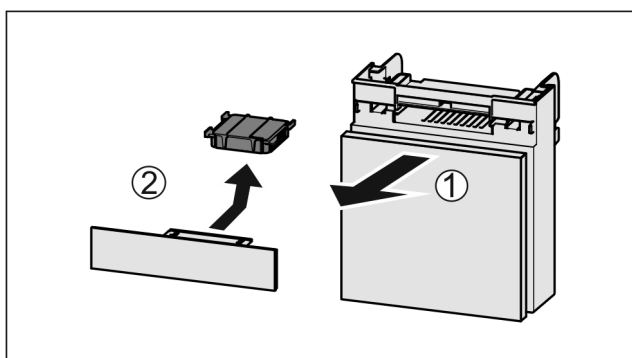

Fig. 172
- ▶ Predal izvlecite Fig. 172 (1) naprej.
- ▶ Odstranite Fig. 172 (2) aktivni ogljeni filter.